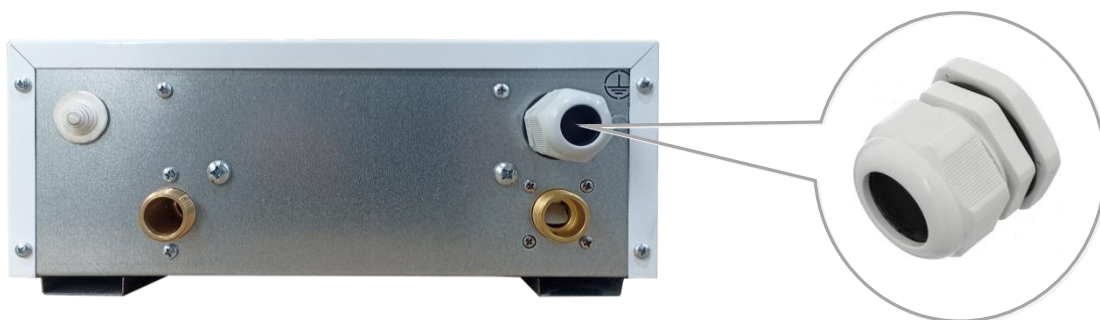

Рис. 9 Кабельный ввод
- Кабель питания прокладывается через кабельный ввод в нижней части электродотла (См. Рис. 9).